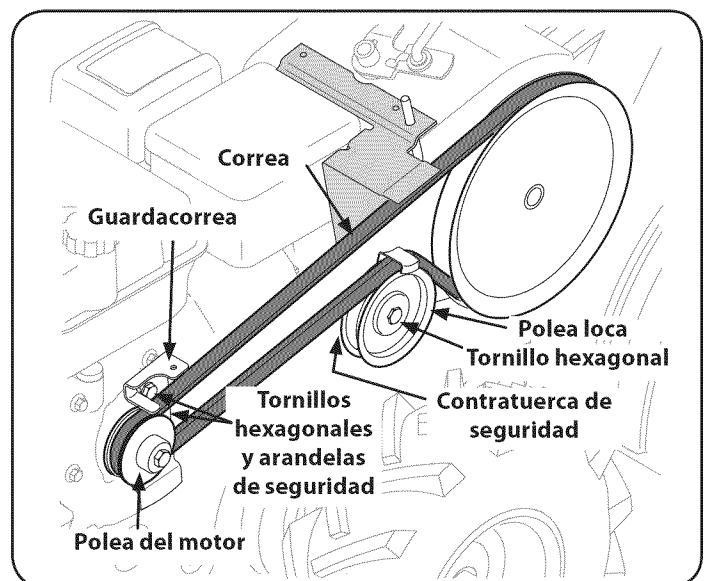

Figura 26
3. Retire el conjunto del guardacorreas de la correa ubicado detrás de la polea del motor extrayendo los dos tornillos hexagonales y las arandelas de seguridad. Vea la Figura 26.
4. Extraiga la polea loca retirando el tornillo hexagonal y la contratuerca de seguridad. Vea la Figura 26.
5. Extraiga la correa usada e instale una nueva. Siga las instrucciones en orden inversa para reinstalar el guardacorreas y la cubierta de la correa. Vea la Figura 26.